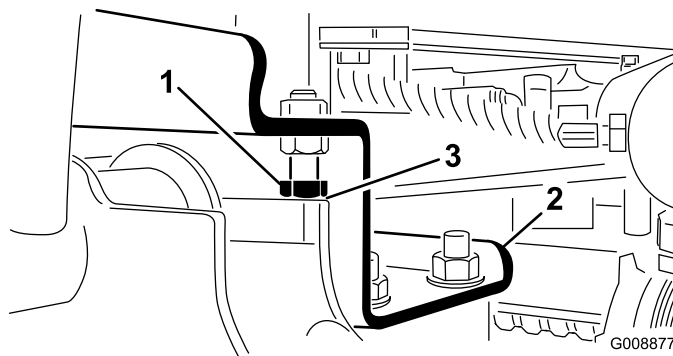

Figure 23
- A. Desserrez les boulons d'arrêt et ajustez le vérin afin d'obtenir l'écartement voulu (Figure 23).
2. Vérifiez que l'écartement entre chaque bras de relevage et le boulon d'arrêt est de 0,13 à 1,02 mm (Figure 23).